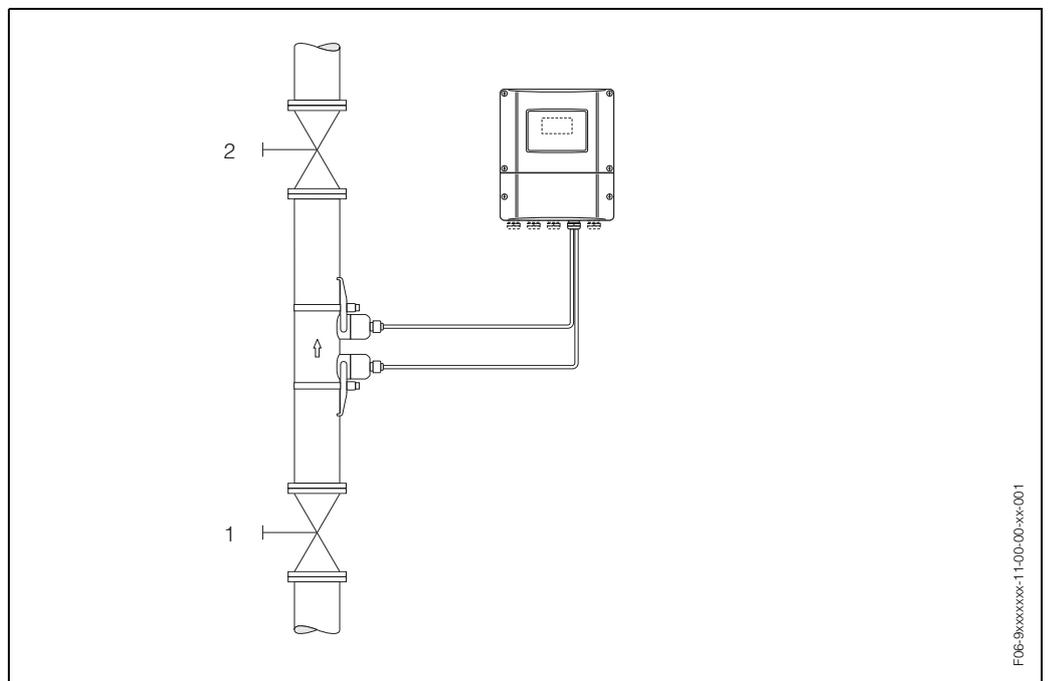

Fig. 46: Ajuste del punto cero y válvulas de corte
- El ajuste del punto cero ha de efectuarse cuando la tubería está completamente llena y el caudal es nulo ($v = 0$ m/s). Esto puede conseguirse, por ejemplo, mediante válvulas de corte situadas arriba y/o abajo del campo de medida o, también, utilizando las válvulas y compuertas existentes (Fig. 46).